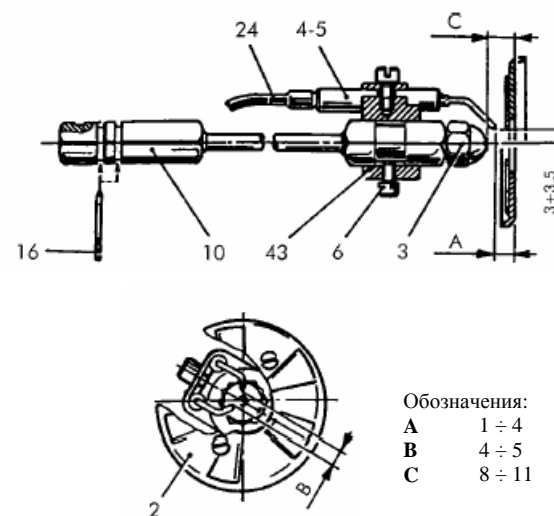

Рис. 14
Очистите электроды, не меняя их положения относительно диска дефлектора. Если Вы случайно сместили их, то при установке обратно руководствуйтесь размерами, указанными на рис. 14.
- Форсунка (3) неисправна или загрязнена.
- Электроды поджига (4-5) покрыты коркой или повреждены (см. положения на рис. 14).
- Не освещается фоторезистор (19).
- Неисправно уплотнение электромагнитного клапана (29).
**ВНИМАНИЕ:** В случае блокировки всегда нажимайте только кнопку установки в исходное состояние (20); не касайтесь электрической цепи горелки. При необходимости обращайтесь к квалифицированным специалистам.